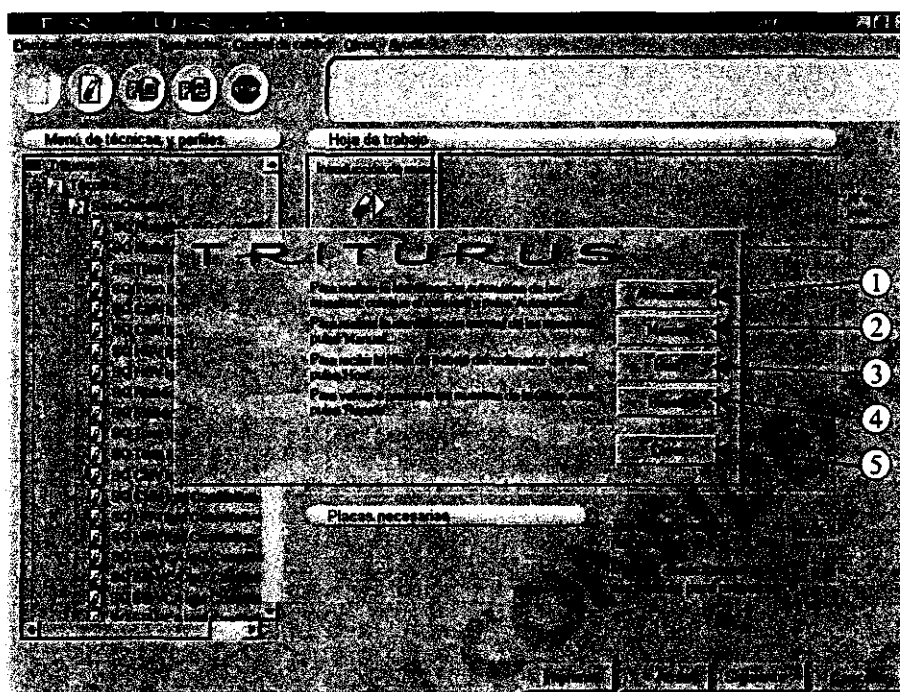

Figura 2: Hoja de trabajo
Además de las opciones de identificación, se muestra un botón que permite **Cerrar** el cuadro de dialogo (Ref. 5, Figura 2).
- Pulsar el botón **Repetir** (Ref. 4, Figura 2). Automáticamente aparecen las muestras en la Hoja de Trabajo.